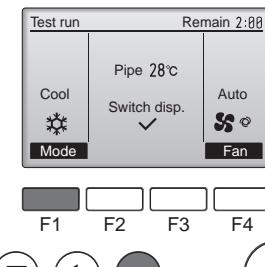

Fig. 7-3
- ① Для изменения режима работы нажмите кнопку [F1]. (Fig. 7-3)